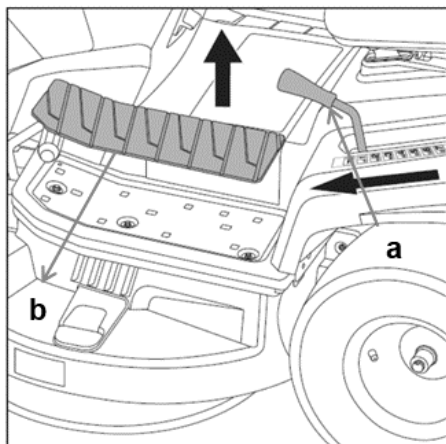

Fig.24A
3. Eleve la altura de la plataforma de corte a su posición más baja mediante el movimiento de la palanca de elevación de la plataforma (a). (Fig.24A)
4. Retire el pedal (b) para apoyar su pie con la ayuda de una herramienta (Fig.24A).